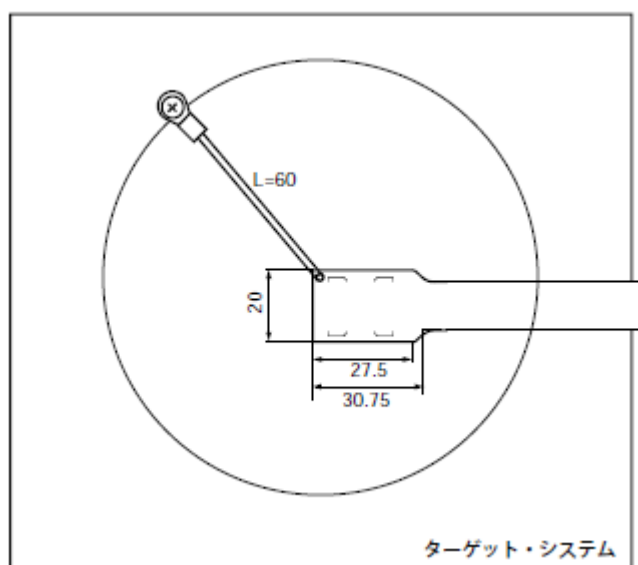

図2-9 GND線接続可能箇所
- ⑤GND線の首下（絶縁部）長さは約60mmなので図2-9のようにエミュレーション・プローブのターゲット・システム接続部の半径約60mmの範囲に接続可能なGNDが1箇所必要です。